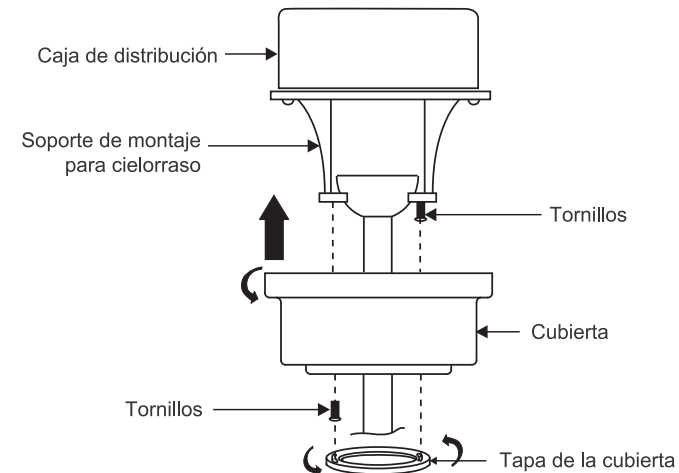

Fig. 15
Paso 2. Deslice la cubierta hacia arriba hasta el soporte de montaje y coloque una de las ranuras de los orificios principales sobre el tornillo de montaje en el soporte de montaje. Haga girar la cubierta hasta que el tornillo se trabe en posición en la sección angosta del orificio principal. (Fig. 15)
NOTA: Ajuste los tornillos de la cubierta según sea necesario hasta que la cubierta y la tapa de la cubierta estén bien ajustadas. (Fig. 15)